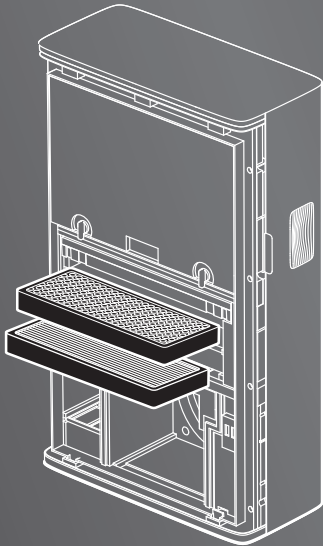

Рис. 10.
- 4. Потяните на себя за выступы по краям фильтра двумя руками и аккуратно извлеките старый фильтр (рис. 10).